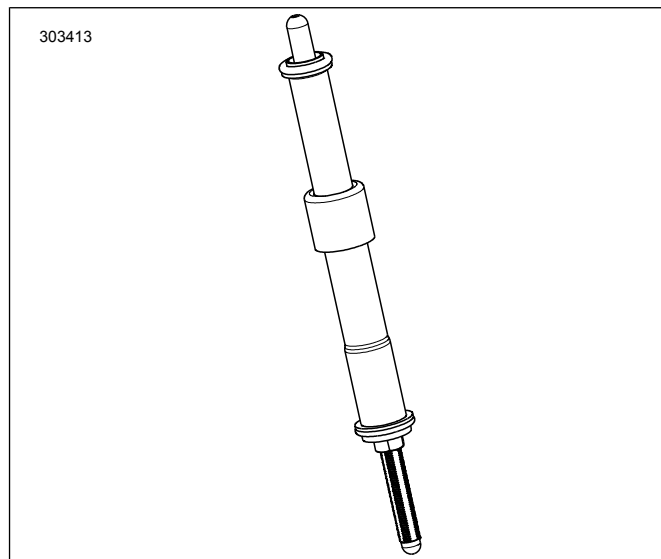

Figura 2. Varilla de empuje instalada en la tapa de la varilla de empuje
7. Figura 2 Instale las varillas de empuje de admisión en las cubiertas de la varilla de empuje. Reemplace los O-rings, cubierta inferior de la varilla de empuje y fijador de la tapa del resorte con los nuevos componentes suministrados en el kit. Asegúrese de que el extremo del tensor de la varilla de empuje esté desplegado.